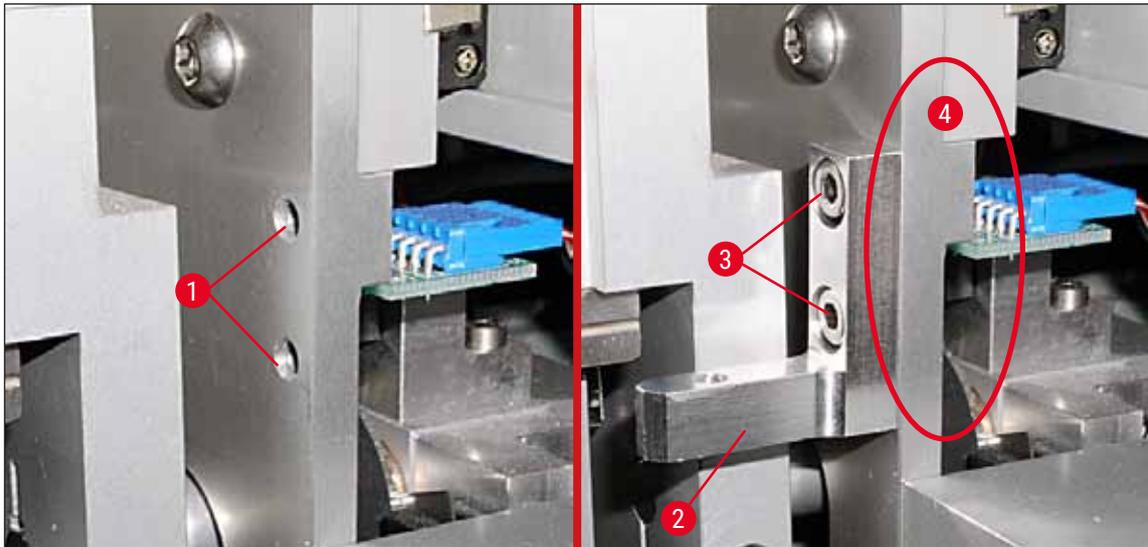

Abb. 21
2. Zuerst den Montagewinkel (→ Abb. 21-2) mit den zwei Schrauben (→ Abb. 21-3) in den Bohrungen (→ Abb. 21-1) in der Gehäusewand (→ Abb. 21-4) befestigen. Darauf achten, dass der Montagewinkel parallel zur Kante der Gehäusewand liegt (Ellipse, (→ Abb. 21)).
2. Falls die Kante des Objektträgers den Deckel des Bürstenhalters berührt, kann nach Lösen der Schrauben (→ Abb. 21-3) an der Gehäusewand (→ Abb. 21) eine Feinjustierung vorgenommen werden. Dabei das in den Bohrungen vorhandene Spiel nutzen.